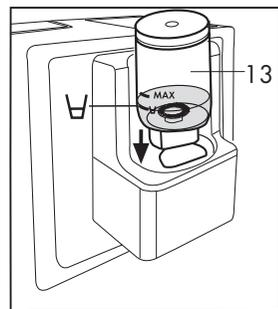

Fig. 12
• Verser dans le gobelet la quantité de lait souhaitée, sans dépasser le niveau  indiqué sur le gobelet. Introduire complètement le gobelet avec le batteur (13) placé dans son logement (Fig. 12)
• Presser la touche  (G) pour le lait monté chaud. Pour le lait monté froid presser la touche  (G) pendant 2 secondes. Attendre la fin de la préparation.